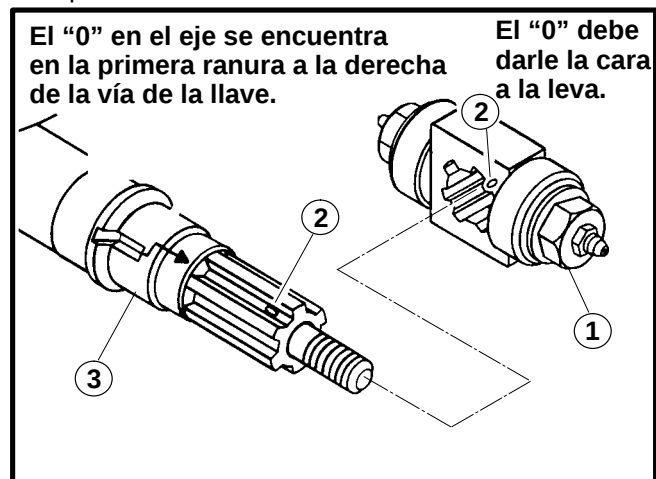

Figura 31
5. En el lado derecho de la unidad, instale el ensamblaje del rodillo trunnion en el eje del pedal, alineando la marcas del tiempo ("0"). Con el "0" en el rodillo trunnion dándole la cara a la leva, alinee el "0" en el rodillo con el "0" del eje. Deslice el ensamblaje en el eje del pedal. Vea la Figura 31.